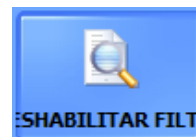

**Figura 5: Cuadro de diálogo Muestra modificar (para una muestra con resultados de análisis de orina tanto de rutina como microscópico)**
- ▶ si el estado de la muestra se ha fijado manualmente a no válido consulte Figura 5 y su clave);
Pulse para modificar el estado de la muestra seleccionada o el ID o el nombre de paciente asociado al registro mediante un cuadro de diálogo (consulte Figura 5).
<p>Pulse para editar los detalles del elemento de la lista de trabajo seleccionada (consulte <a href="#">Figura 5</a> y su clave).</p>